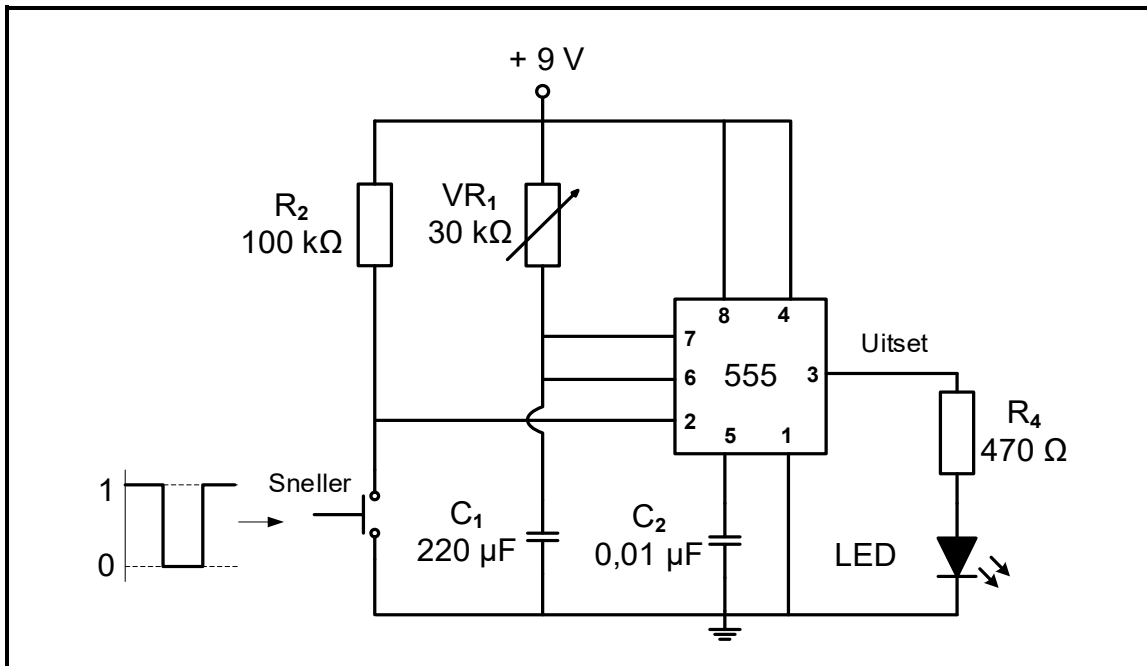

**FIGUUR 5.2.4: BISTABIELE INSET vs. UITSETSEINE**
5.2.4 Met verwysing na FIGUUR 5.2.4 hieronder, verduidelik waarom die uitset by snellerpuls 2 nie verander het nie.